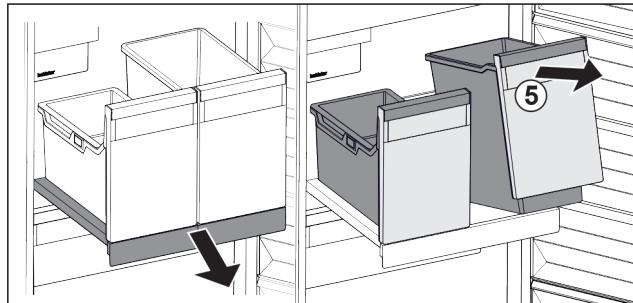

Fig. 33
- Підняти резервуар Fig. 33 (5) спереду.